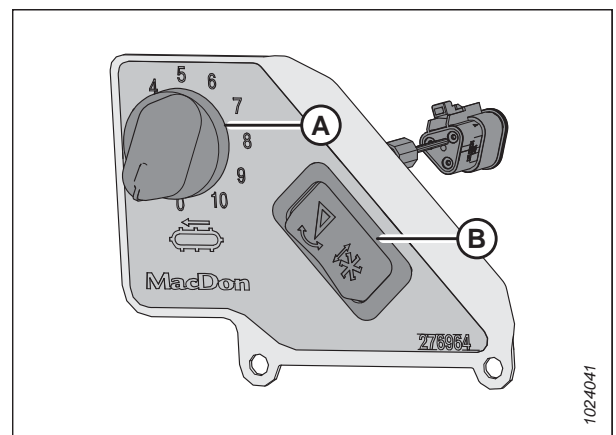

Abbildung 3.181: Kabinenmodul für die Einstellung der Seitenbandgeschwindigkeit
Die Taste (B) in Abbildung 3.181, Seite 165 ermöglicht es dem Bediener, zwischen den Steuerungen für die Schneidwerksneigung und die Horizontalverstellung der Haspel umzuschalten. Siehe Einstellen des Anstellwinkels vom Mähdrescher aus, Seite 160 bzgl. Anweisungen zu den Steuerungen.